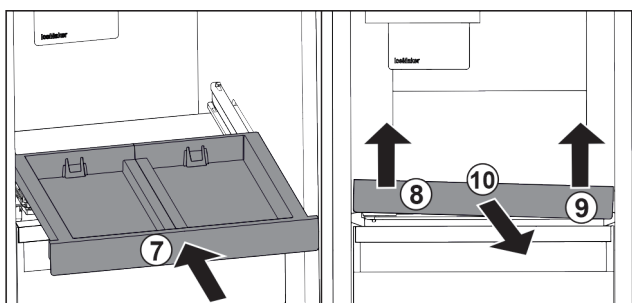

Fig. 120
- ▶ Rentrer le compartiment coulissant. Fig. 120 (7)
- ▶ Soulever le compartiment coulissant au niveau de la partie avant gauche. Fig. 120 (8)
- ▶ Soulever le compartiment coulissant au niveau de la partie avant droite. Fig. 120 (9)
- ▶ Retirer le compartiment coulissant par l'avant. Fig. 120 (10)